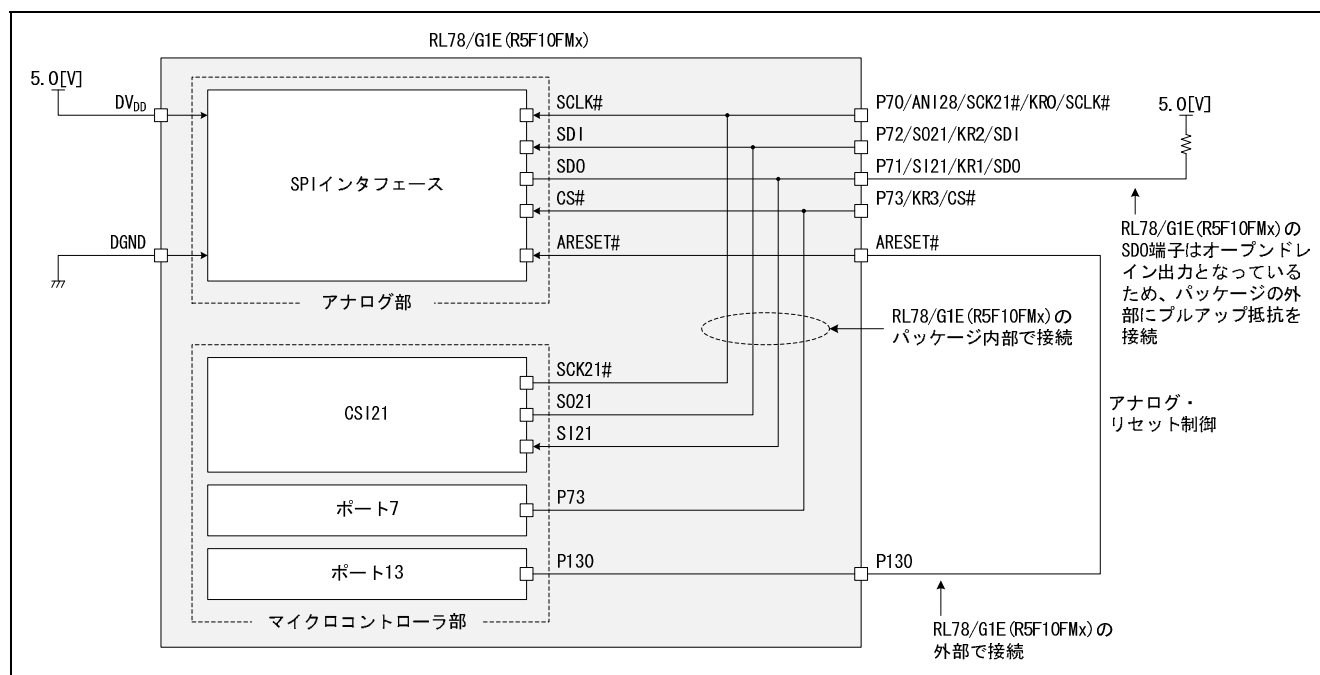

図 6.5 SPI の接続図
(1) SPI の機能概要
- リセット制御レジスタ (RC) の RESET ビットへの 1 ライトによる内部リセット
- 図 6.5に RL78/G1E (R5F10FMx) の SPI の接続図を示します。